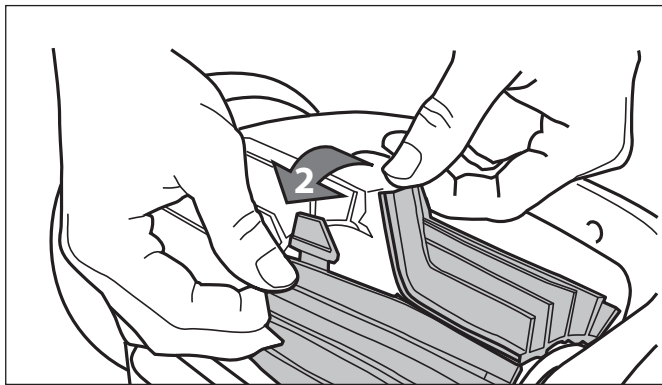

Figura 27. Desenganche las lengüetas del cepillo
2. Separe los bordes del cepillo y desenganche las lengüetas (Figura 27). Retire los cepillos gastados.